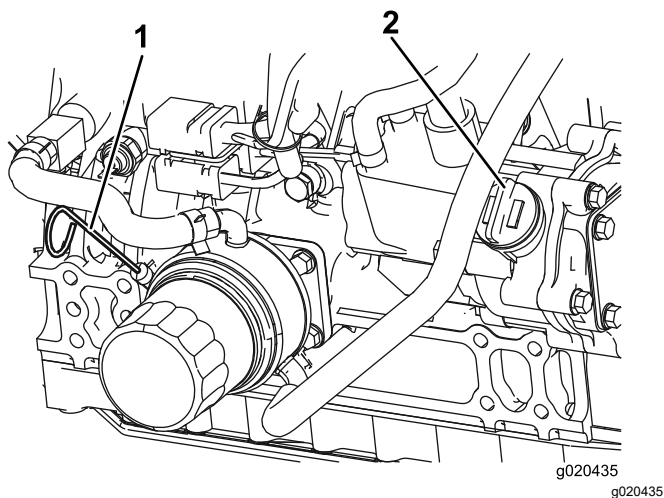

Figura 90
O nível de óleo deve encontrar-se na zona de segurança (Figura 90).
4. Se o nível de óleo se encontrar abaixo da zona de segurança, deverá retirar a tampa de enchimento (Figura 90) e adicionar óleo até que o nível atinja a marca Cheio.